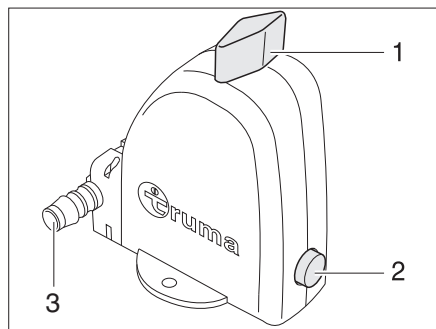

Fig. 226 Válvula de seguridad/purga de la caldera - Posición de funcionamiento
La caldera está equipada con una válvula de seguridad/purga (Fig. 226). La válvula de seguridad/purga evita que el agua de la caldera se congele cuando no esté conectada la calefacción en caso de helada.
▷ El tubo de vaciado (Fig. 226,3) de la válvula de seguridad/purga debe estar siempre exento de ensuciamientos (p.ej. follaje, hielo).
- Cerrar la válvula de seguridad/purga. Para ello girar el botón giratorio (Fig. 226,1) a la posición transversal en referencia a la válvula de seguridad/purga y hundir el pulsador (Fig. 226,2).
- Abrir la válvula de seguridad/purga. Para ello girar el botón giratorio (Fig. 226,1) a lo largo de la válvula de seguridad/purga. El pulsador (Fig. 226,2) salta afuera. La caldera se vacía hacia fuera a través del tubo de vaciado (Fig. 226,3) de la válvula de seguridad/purga